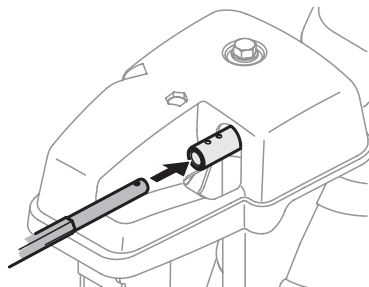

Figura 2-28
2. Inserte la varilla de control del canal dentro del cabezal de control del canal. Empuje la varilla tan lejos dentro del cabezal de control del canal como sea posible, manteniendo los orificios en la varilla orientados hacia arriba. Consulte Figura 2-28.